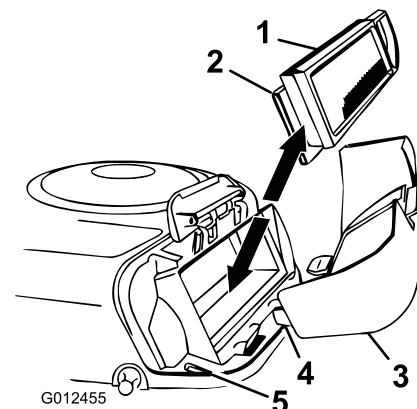

Figura 23
4. Estraete con cautela l'elemento in schiuma sintetica e l'elemento di carta dal convogliatore (Figura 23).
2. Allineate le linguette del coperchio del filtro dell'aria con le fessure del convogliatore (Figura 23). Agganciate il manico sul coperchio, quindi premete sul manico per fissare saldamente il coperchio.